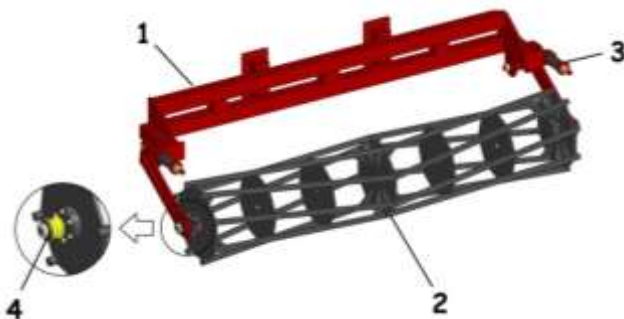

Рисунок 8 - Каток
3.8 Каток (рисунок 8) позволяет регулировать глубину обработки почвы, обеспечивать копирование рельефа. Балка катка 1, служит для соединения катка 2 с рамой. Амортизационная регулировочная система 3 (пружина, расположенная на балке катка) нивелирует ударные нагрузки от работы катка и позволяет дополнительно регулировать глубину обработки почвы, обеспечивать копирование рельефа. Соединение оси катка и рычага происходит через компенсатор несоосности 4, который уменьшает нагрузку на подшипник и предотвращает его разрушение при различных нагрузках.